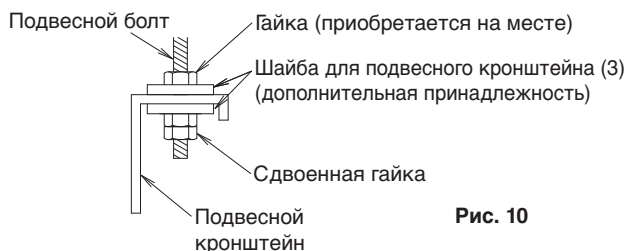

Рис. 10
- (1) Закрепите подвесной кронштейн на подвесном болте. (См. рис. 10)